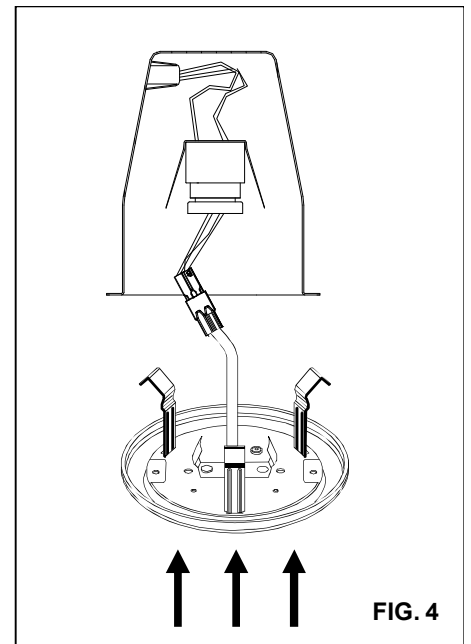

FIG. 4
3. Plug the FEMALE CONNECTOR of the RETROFIT TRIM onto the MALE CONNECTOR of the SOCKET ADAPTER ASSEMBLY. (FIG. 4)
2. Tuck all wires into the CAN and carefully push the RETROFIT TRIM into CAN. (FIG. 4)
3. Enchufe el CONECTOR HEMBRA del ADAPTADOR DECORATIVO al CONECTOR MACHO de la UNIDAD DEL ADAPTADOR DEL PORTALÁMPARAS. (FIG. 4)
2. Mete todos los cables en el PORTALÁMPARAS y empuje con cuidado la reconversión ADAPTADOR DECORATIVO en PORTALÁMPARAS. (FIG. 4)
3. Branchez le CONNECTEUR FEMELLE de la GARNITURE DE RÉNOVATION dans le CONNECTEUR MÂLE du SUPPORT ADAPTATEUR. (FIG. 4)
2. Rentrez tous les fils dans le **BOÎTIER** et poussez doucement la **GARNITURE DE RÉNOVATION** dans le **BOÎTIER**. (**FIG. 4**)